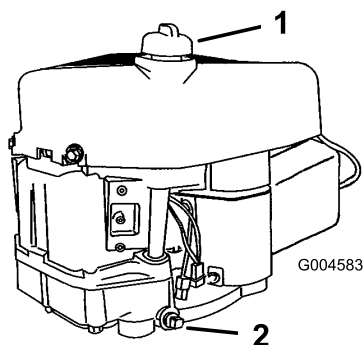

Figura 20
8. Pulite attorno all'asta di livello (Figura 20) in modo che la morchia non possa penetrare nel foro di rifornimento e danneggiare il motore.
11. Versare lentamente circa l'80% della quantità indicata d'olio nel foro di rifornimento (Figura 20). Controllare il livello dell'olio; vedere Controllo del livello dell'olio.